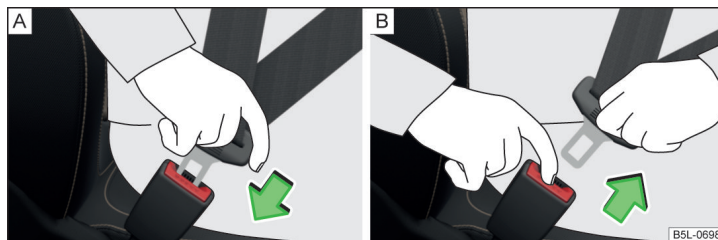

Fig. 6 Sådan spændes sikkerhedsselen. / Sådan tages sikkerhedsselen af.
- Stik låsetappen ind i den selelås, der hører til den pågældende siddeplads » Fig. 6 - [A]. Du skal kunne høre, at den går i hak.
- Tryk på den røde knap i selelåsen » Fig. 6 - [B]. Låsetappen springer ud.